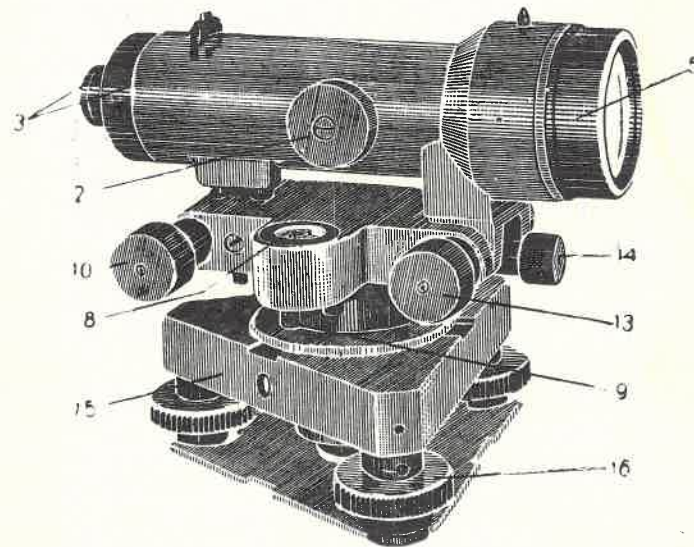
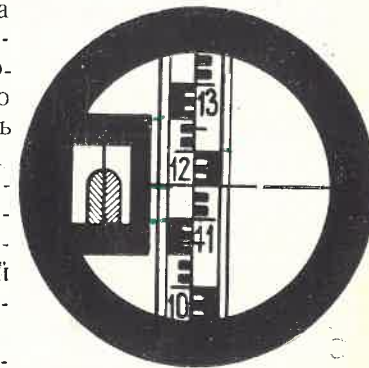

Рис. 2. Нивелир НВ-1 (вид со стороны трибки фокусирующей линзы).
Рис. 4. Поле зрения зрительной трубы.
Нивелир НВ-1 (рис. 2 и 3) состоит из двух основных частей:
3. Объектив 5 (рис. 2).
Установка цилиндрического уровня в горизонтальное положение осуществляется совмещением изображений концов его пузырька, видимых в поле зрения трубы (рис. 4) при помощи элевационного винта 10 (рис. 2).